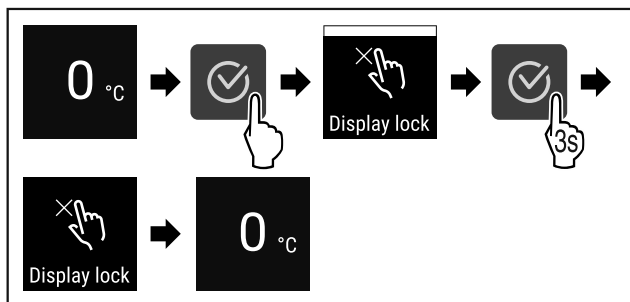

Fig. 68
- ▶ Atlikite veiksmus (žr. Fig. 68) .